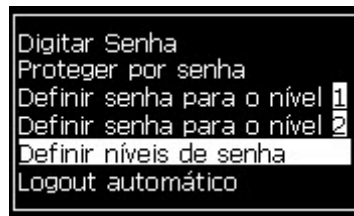
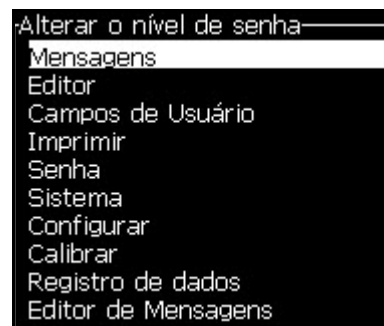
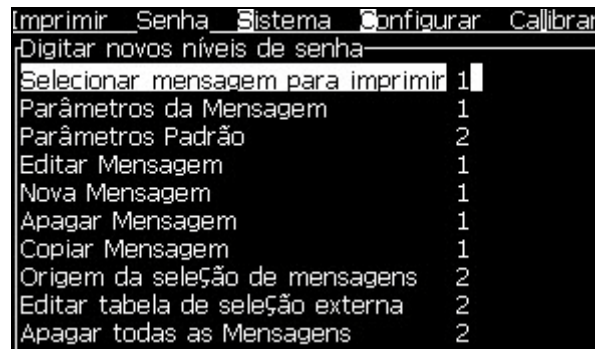

Figura 4-8: Definir níveis de senha
Figura 4-9: Alterar o nível de senha
Figura 4-10: Digitar novos níveis de senha
- 1 Pressione *Alt + w* e selecione *Definir níveis de senha* (veja Figura 4-8) para abrir a tela *Alterar níveis de senha* (veja Figura 4-9).
- 2 Selecione o menu (veja Figura 4-9) cuja senha de acesso deve ser alterada, e pressione a tecla *Enter*. A tela *Digitar novos níveis de senha* é exibida (veja Figura 4-10 na página 4-6).